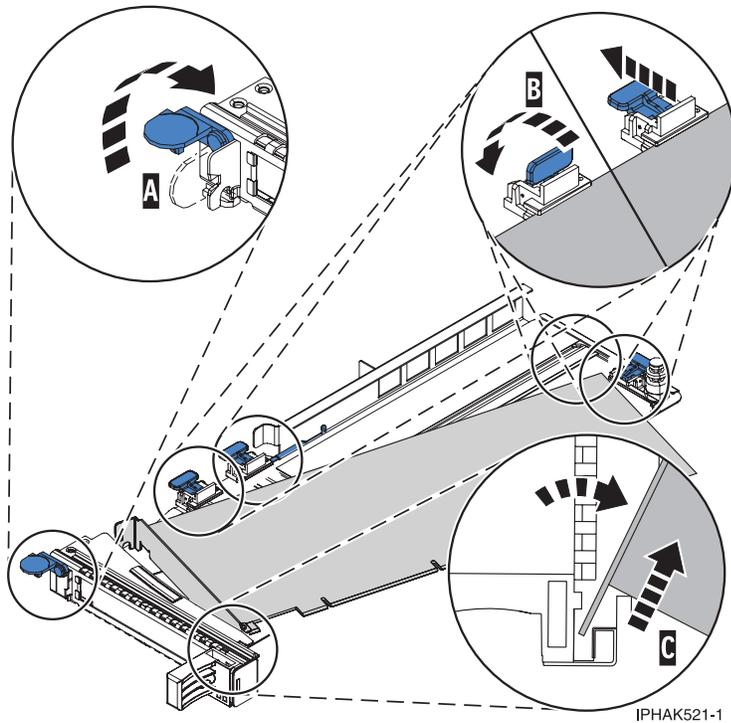

Figura 36. Adaptador que se ha quitado de la casete de adaptadores PCI
- a. Desbloquee las piezas de retención rotando el clip de retención **(A)** a la posición horizontal. Consulte la sección Figura 36 en la página 51.